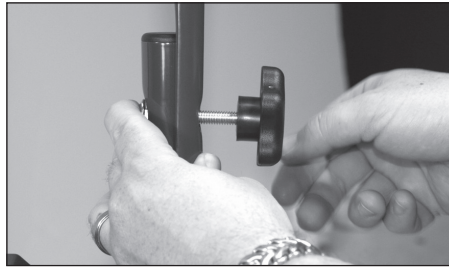

Figure 9 - Assemblez la poignée
1. Glissez l'assemblage de poignée sur les pieds inférieurs de la base du chariot. Utilisez le bouton en étoile (fourni) et les boutons pour fixer la poignée aux pieds (voir la figure 9).